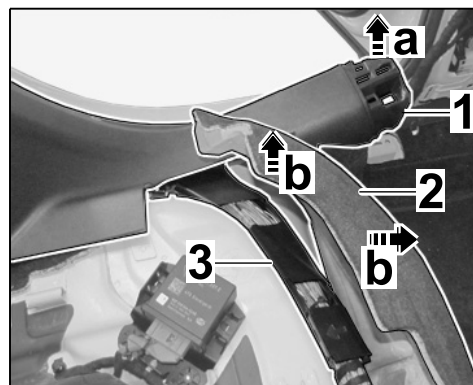

Рис. 4
- 1.8 Отсоединить (внутреннюю) накладку заднего порога слева в передней области от кузова (⇒ Рис. 4 -стрелка а-).
Поднять напольное покрытие перед задним сиденьем (⇒ Рис. 4 -b-) и высвободить кабельный канал (⇒ Рис. 4).